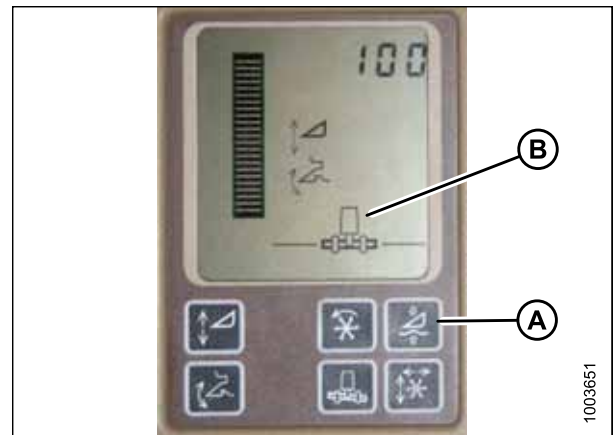

Figura 3.321: Monitor da colheitadeira John Deere
NÃO utilize a função de flutuação ativa da plataforma (A) combinada ao controle automático da altura da plataforma (AHHC) MacDon. Um sistema neutralizará o outro. O símbolo da plataforma (B) em exibição **NÃO** deve ter linha ondulada abaixo dele e deve se parecer exatamente como mostrado na Figura 3.321, página 225 do monitor de controle ativo da plataforma.